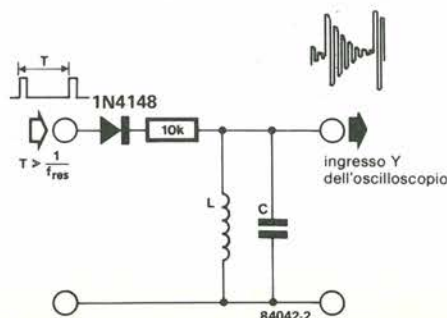

Figura 2. La frequenza di risonanza di un circuito LC può essere definita con l'aiuto di questo piccolo circuito.
— Per definire la frequenza di risonanza in un circuito LC (vedi Figura 2). L'uscita di sincronismo del generatore fornisce il segnale di trigger esterno per l'oscilloscopio. La foto di Figura 3 mostra la traccia che verrà visualizzata sullo schermo. Dato il periodo (T) dell'oscillazione, la frequenza di risonanza viene facilmente ricavata dalla formula  $f_{res} = 1/T$ .
Figura 3. Ecco la traccia che appare sull'oscilloscopio se al generatore è collegato il circuito di Figura 2. La traccia superiore è il segnale di ingresso, la traccia inferiore è l'oscillazione di uscita del circuito LC.